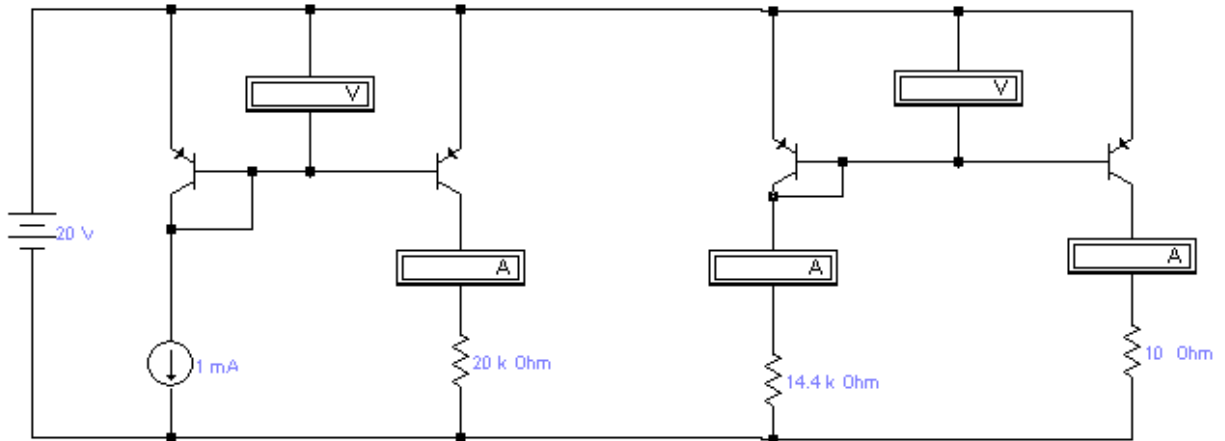

Рис. 3. Токовое зеркало
1. Собрать схему для изучения работы токового зеркала (рисунок 3).